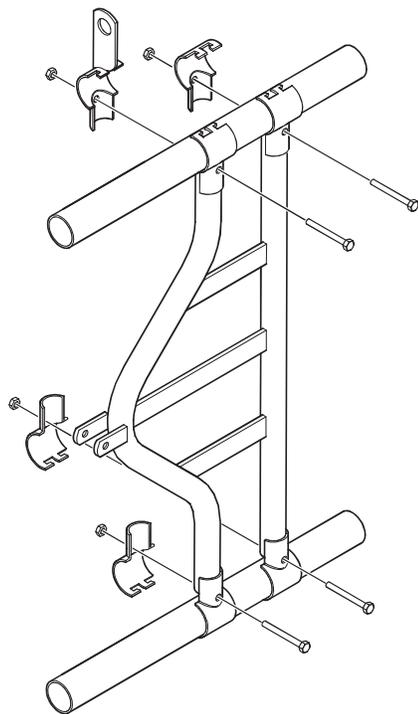

Fig. 25: Montering av nakkelåsene.
- Den første nakkelåsen monteres nær første stolpe ved hjelp av en halv kloklemme med sveist kontrollrørføring, tre halve kloklemmer, fire M10 x 70 mm-skruer og fire M10 låsemuttere slik Fig. 25 viser.